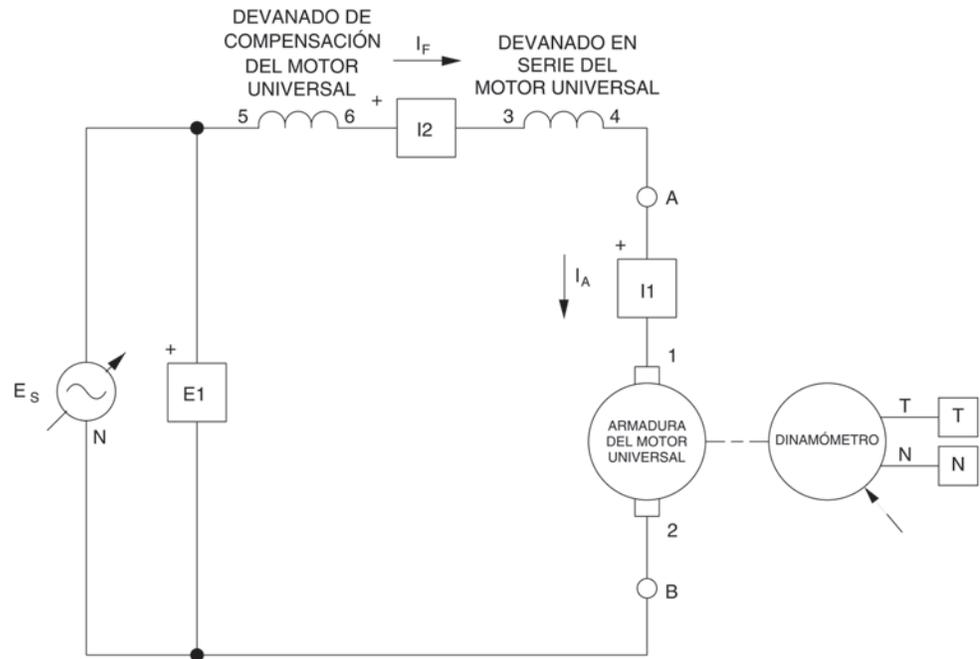

Figura 3-13. Motor universal con alimentación CC (con devanado de compensación) acoplado al Dinamómetro.
- 22. Modifique las conexiones para conectar el devanado de compensación del Motor universal, como lo muestra la Figura 3-13.
Usted puede obtener la característica velocidad en función del par de un motor universal (con devanado de compensación) alimentado por una fuente c.a.. Para lograrlo, asegúrese de que la Fuente de alimentación esté apagada y monte el circuito del motor universal de la Figura 3-13. En el Motor de impulsión / Dinamómetro, asegúrese de que los selectores MODO, MODO CONTROL DE CARGA y VISUALIZADOR estén ajustados en las posiciones DIN., MAN. y PAR (T), respectivamente y que la perilla CONTROL DE CARGA se encuentre en la posición MÍN. (completamente hacia la izquierda). En la aplicación Aparatos de Medición, asegúrese de que los medidores E1, I1 e I2 estén en modo c.a. y que la función para corregir el par T se encuentre activada. Borre los valores (si quedan) registrados en la tabla de datos. Encienda la Fuente de alimentación y ajuste el voltaje  $E_s$  de la fuente c.a. con el voltaje nominal del Motor universal. En el Motor de impulsión / Dinamómetro, regule la perilla CONTROL DE CARGA para que el par indicado por el visualizador del módulo pase de 0 N·m (0 lbf·plg) a 2,0 N·m (18,0 lbf·plg), con incrementos de 0,2 N·m (2,0 lbf·plg). Para cada valor del par, reajuste la perilla de control de voltaje de la Fuente de alimentación para que el voltaje  $E_s$  de la fuente se mantenga con el valor ajustado previamente. Luego, espere hasta que la velocidad del motor se estabilice y registre los valores en la Tabla de Datos. Una vez hecho lo anterior, apague la Fuente de alimentación. Luego, edite la tabla para guardar sólo los valores de la velocidad  $n$ , el par T, la corriente de armadura  $I_A$  y el voltaje  $E_s$  de la fuente. Titule la tabla de datos DT321. Trace un gráfico de la velocidad (obtenida del medidor N) en función del par (obtenido del medidor T) y titule dicho gráfico G321. Compare la característica velocidad en función del par del motor universal (gráfico G321) con la del motor c.c. serie (gráfico G223 del Ejercicio 2-2).